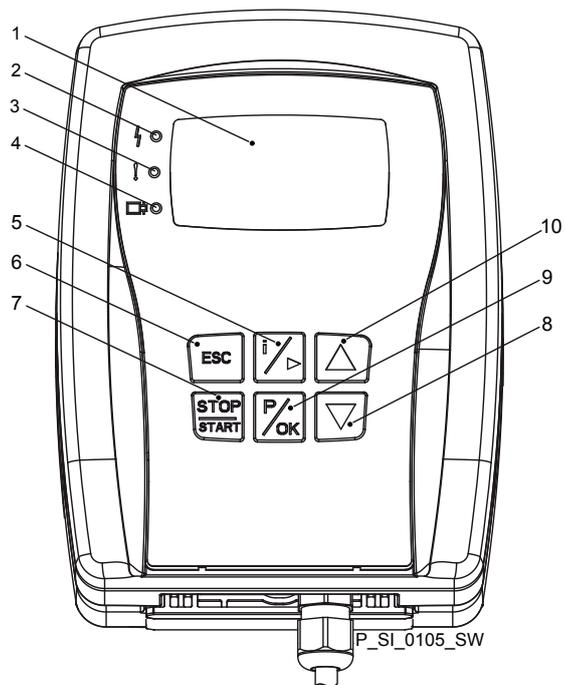

Abb. 4: Steuerelemente HMI
- 8 LEDs (wie Abb. 4) und Status-LED CAN-Bus (extern) ohne Abb. Hublängen-Einstellrad